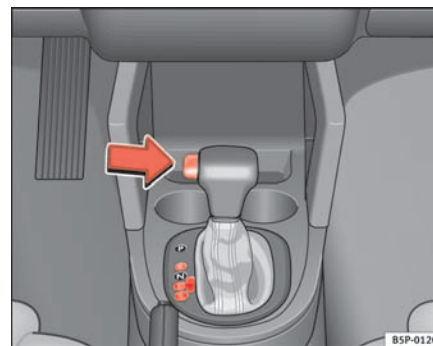

Fig. 138 Conducción
- Presione el pulsador del pomo (situado en la parte izquierda del mismo, ⇒ fig. 138).